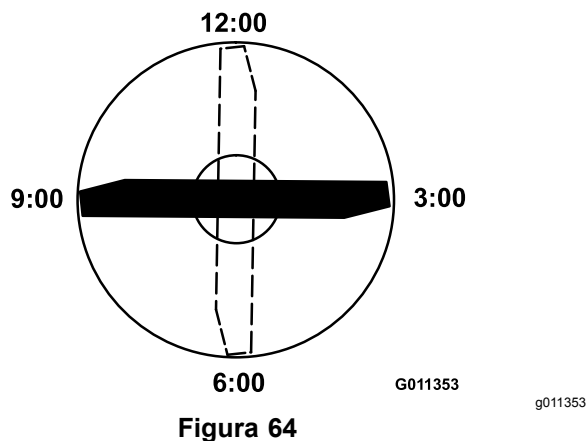

Figura 64
3. Coloque el filo de corte del extremo marcado de la cuchilla en la posición de las 12 (hacia adelante, en el sentido de la siega) y mida la altura desde la mesa hasta el filo de corte de la cuchilla (Figura 64).
4. Gire el extremo marcado de la cuchilla a las posiciones de las 3 y de las 9 y mida las alturas (Figura 64).